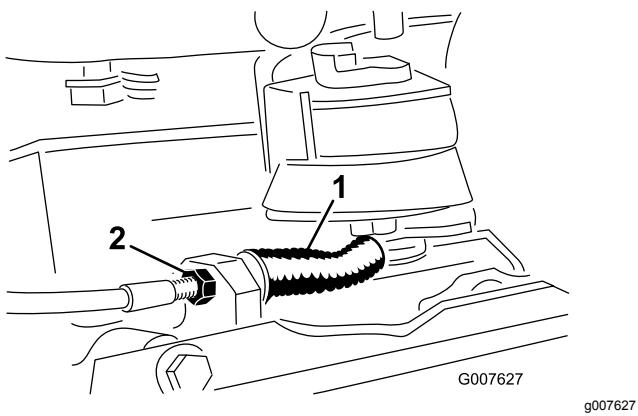

Bild 35
- Lösen Sie die vordere Kabelklemmmutter und ziehen Sie die hintere Klemmmutter an, um die Kabelspannung zu verringern (Bild 35). Wiederholen Sie die Schritte 1 und 2 und stellen Sie die Spannung nach Bedarf ein.
- Ziehen Sie die vordere Kabelklemmmutter an und lösen Sie die hintere Klemmmutter, um die Kabelspannung zu erhöhen (Bild 35). Wiederholen Sie die Schritte 1 und 2 und stellen Sie die Spannung nach Bedarf ein.